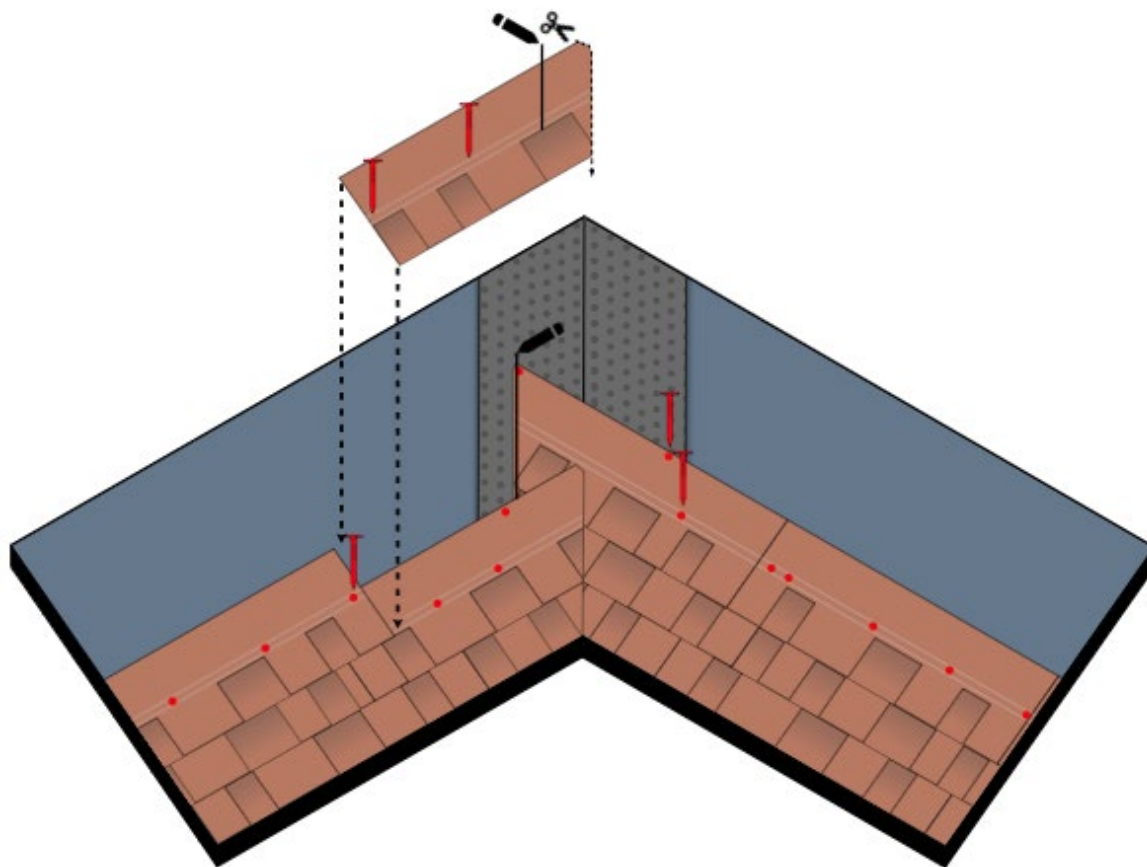

Fig. 15 - Posa tegole sul compluvio
- Posizionare un cordolo di Bitustick per fissare la tegola oltre i 30 cm dalla linea di compluvio. Una volta posate le tegole sul compluvio, è buona norma tagliarle seguendo la parallela a 30 cm alla linea di compluvio – Fig. 15.
- Una volta completata la prima falda per l'intera lunghezza del compluvio, passare alla falda adiacente. Iniziare la posa delle tegole dalla fila di partenza e proseguire per file successive. L'ultima tegola di ogni fila dovrà arrivare almeno fino all'asse di compluvio – Fig. 15.
- Chiodare le tegole fino a 30 cm dall'asse del compluvio. Completata la posa delle tegole anche per la seconda falda, tracciare l'asse del compluvio. Procedere quindi al taglio delle tegole della seconda falda seguendo la linea di compluvio. Tagliare trasversalmente lo spigolo superiore di ogni tegola al compluvio, in modo da convogliare l'acqua discendente lungo l'asse del compluvio. Sollevare le tegole, una per volta e fissarle con del Bitustick – Fig. 15.